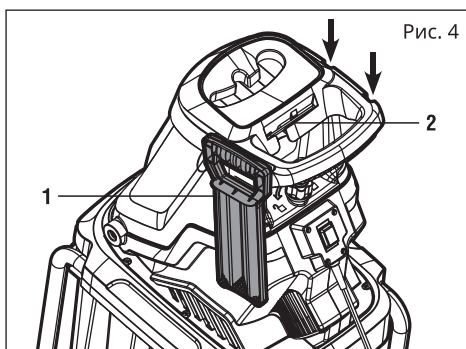

Рис. 4
- Подвесьте толкатель (рис. 4-1) с любой стороны бункера (рис. 4 — стрелки). Храните прилагаемый шестигранный ключ в специальном отсеке (рис. 4-2), чтобы он был под рукой, когда понадобится.